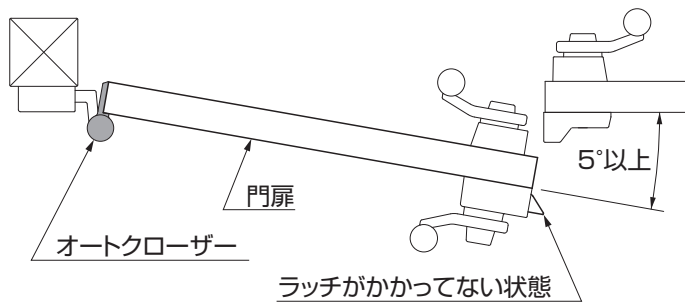

図5-8
- ① 門扉を5°以上開いてください。必ず、ラッチがかかっていない状態にしてください。(図5-8参照)
- ② ラッチがかかっていない状態で、「5-3」の要領で巻き込み装置だけが回り、門扉は動かないときはオートクローザーは正常です。
- ③ 門扉を閉じて「5-3」の手順で初期値を探してください。
- ④ 初期値が見つかったら、引き続き「5-1」・「5-2」の要領で調整してください。